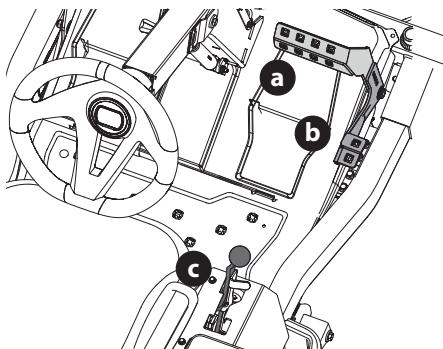

Figura 22
- Para conducir hacia ADELANTE, presione lentamente el pedal de marcha adelante (a) hasta alcanzar la velocidad deseada (Figura 22).
- Para que el tractor se detenga o ande más despacio, saque el pie del pedal de transmisión marcha adelante (a) o atrás (b). Para bloquear el freno de mano, coloque los pedales de control de la conducción en punto muerto y tire de la palanca del freno de mano (c) hacia atrás hasta que bloquee en la posición de "encendido" (Figura 22).
- Para conducir marcha atrás, verifique que el área de atrás esté despejada, luego presione lentamente hacia abajo el pedal de transmisión marcha atrás (b) con la parte anterior de la planta (NO con el talón) hasta alcanzar la velocidad deseada (Figura 22).